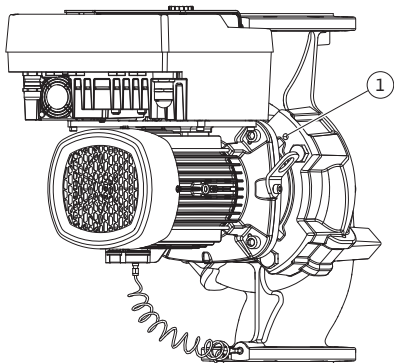
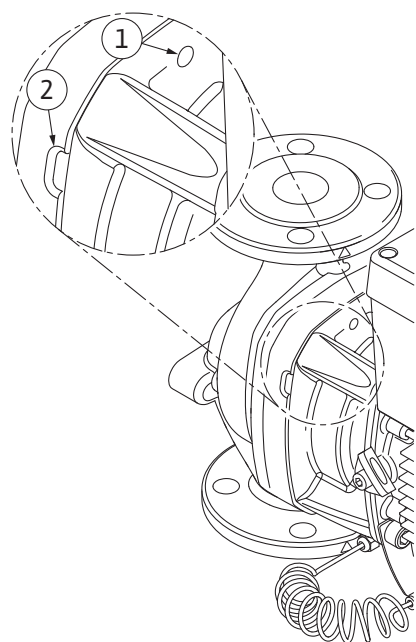

Fig. 103: Ievietojamā moduļa nospiešana, izmantojot vītnes urbumus
Fig. 104: Vītņu urbumi un atvērumi ievietojamā moduļa izņemšanai no sūkņa korpusa
12. Sūkņa tipam (Fig. III, IV) atskrūvējiet skrūves (29. poz.). Izmantojiet blakus esošos divus vītnes urbumus (Fig. 103, 1. poz.) piemērotas skrūves, ko nodrošina pasūtītājs (piemēram, M10 x 25 mm). Nospiediet ievietojamo moduli no sūkņa korpusa. Sūkņa tipam (Fig. I un Fig. II) izmantojiet abus vītnes urbumus M10 (skat. Fig. 104) un piemērotas skrūves, ko nodrošina pasūtītājs (piemēram, M10 x 20 mm). Nospiešanai varat izmantot arī šķēlumus (skat. Fig. 104, 2. poz.).